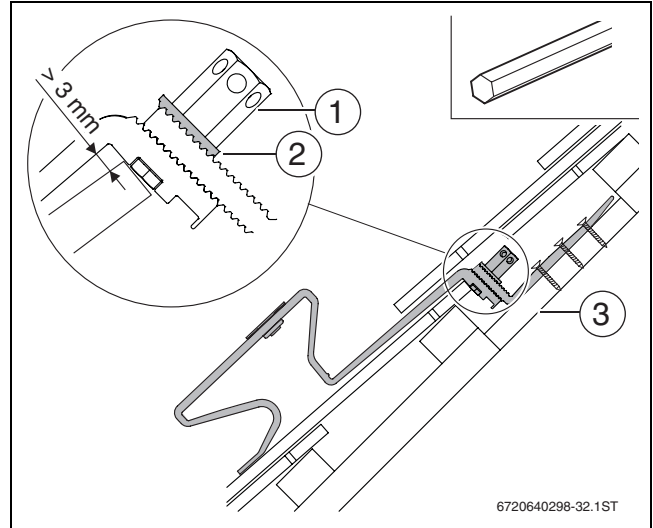

Bild 24
- ▶ Wenn erforderlich, auf den Sparren ausreichend tragfähige Bretter/Bohlen befestigen (→ Bild 24 [3]). Wenn erforderlich, Konterlattung in diesem Bereich entfernen.
Der Dachhaken benötigt an der Dachziegeloberkante einen Mindestabstand von 3 mm (→ Bild 24).